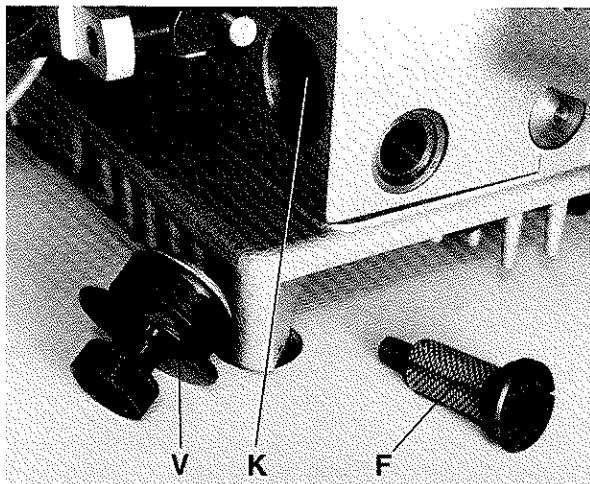

Fig.8
The oil filter (F, Fig. 8) has to be cleaned periodically in petroleum, according to its contamination. The oil filter can be removed by turning it counter-clockwise.
Chamber (K, Fig. 8) behind plug (V) has to be cleaned periodically, according to its contamination.
Der Ölfilter (F, Fig. 8) muß periodisch, je nach Verschmutzung in Petroleum gereinigt werden. Der Ölfilter kann durch Drehen im Uhrzeigersinn entfernt werden.
Die Kammer (K, Fig. 8) hinter dem Verschlußstopfen (V) muß periodisch, je nach Verschmutzung gereinigt werden.